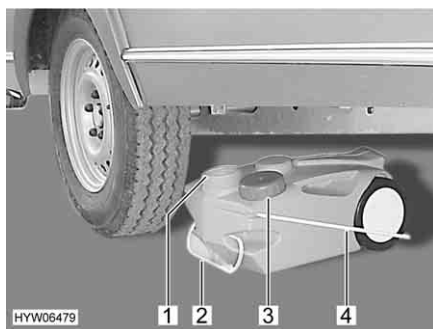

Fig. 168 Réservoir d'eaux usées, mobile
- Fermer l'ouverture du réservoir d'eaux usées (Fig. 168,1) à l'aide du couvercle (Fig. 168,3).
- Retirer le réservoir d'eaux usées par la poignée (Fig. 168,2).
- Rabattre la poignée de manutention (Fig. 168,4) vers le haut et placer le réservoir d'eaux usées.